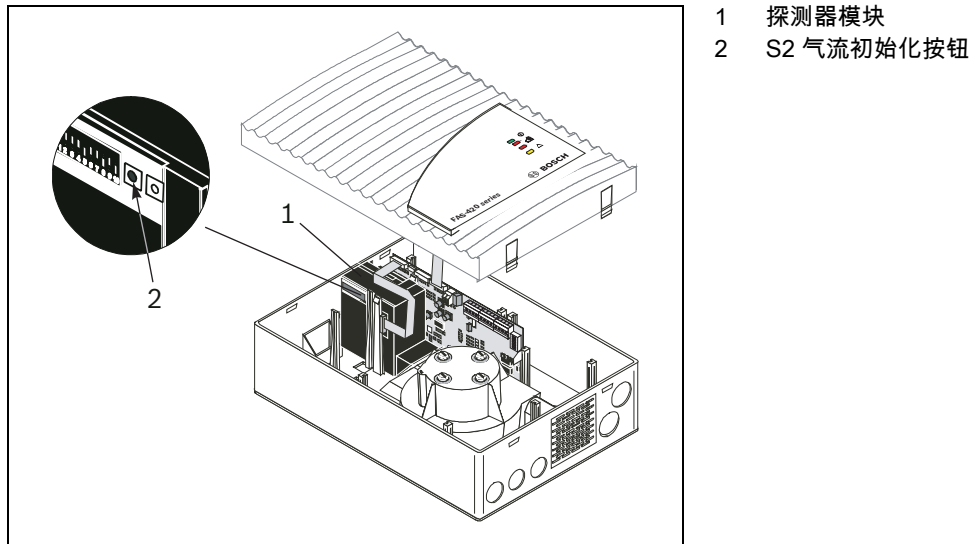

图 6.1 与气压无关的气流传感器校准
2. 要初始化已连接的管道系统，按下相关探测器模块上的 S2 气流初始化按钮（参见图 6.1），直到设备上的绿色操作 LED 指示灯开始闪烁。初始化过程约在 5 s 后完成。在成功完成初始化后，操作 LED 指示灯将永久亮起。